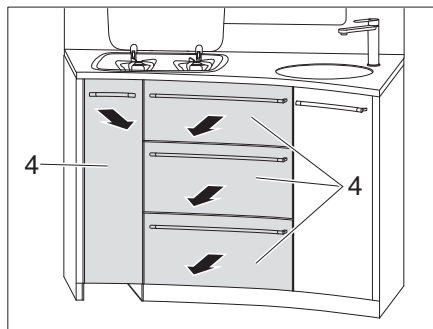

Bild 116 Ta ut kökslådor
- Ta ut kökslådor (Bild 116,4).